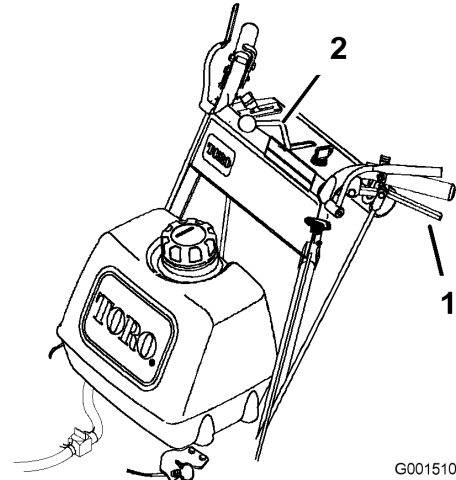

Figura 13
4. Suelte lentamente las palancas de avance para desplazarse hacia adelante (Figura 13).
Para ir en línea recta, suelte las dos palancas uniformemente (Figura 13).
Para girar, apriete la palanca de avance del lado hacia el cual desea girar (Figura 13).
Apriete las palancas y muévalas lentamente hacia atrás desplazarse hacia atrás (Figura 13).